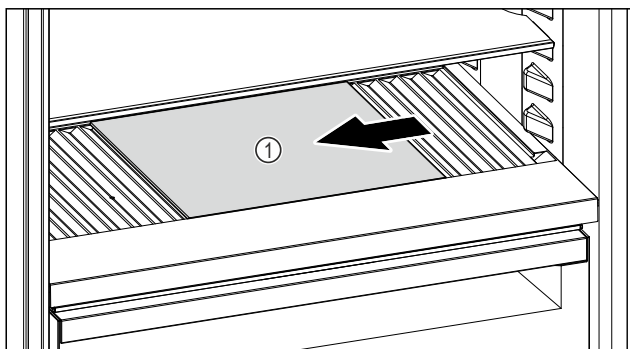

Fig. 164
- Пересуньте скляну пластину Fig. 164 (1) вліво, в центр або вправо.